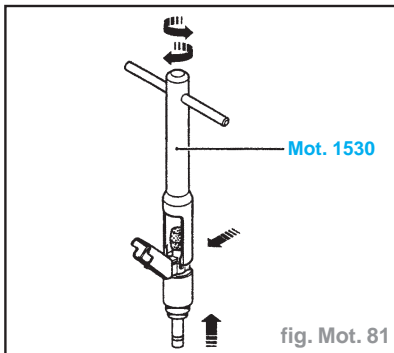

fig. Mot. 81
- les injecteurs à l'aide de l'outil **Mot. 1530**. Pour cela, tourner légèrement l'injecteur afin de casser la calamine (fig. Mot. 81).